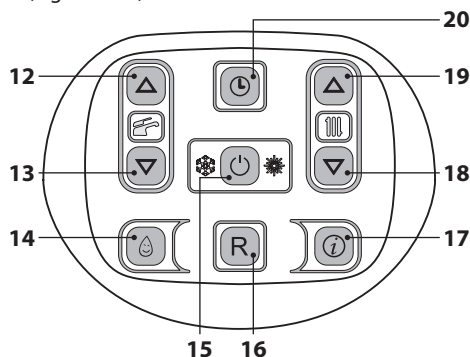
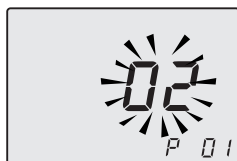

Figura 5.34
Figura 5.35
- Entrare in "modalità programmazione" premendo contemporaneamente per 10 secondi i tasti 15 - 18 - 19 (Figura 5.34) fino a far apparire sul display LCD le lettere **P01** e il valore del parametro, indicanti l'entrata nel "parametro 01" (Figura 5.35).
- Premendo il tasto 15 (Figura 5.34) si ottiene la conferma del valore inserito.
Comunque se la temperatura ambiente non dovesse essere confortevole si può aumentare o diminuire la temperatura di mandata dell'impianto riscaldamento di $\pm 15^{\circ}\text{C}$ agendo sui tasti 18 (diminuzione) e 19 (aumento) (Figura 5.34).